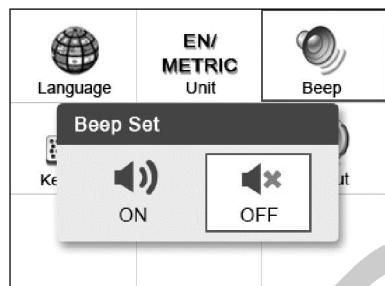

Рисунок 3-5
- 2) В меню **Beep Set** [Настройка звукового сигнала] с помощью кнопки прокрутки **влево/вправо** выберите значение **ON** [ВКЛ] или **OFF** [ВЫКЛ], чтобы включить/отключить звуковой сигнал. См. рисунок 3-5.